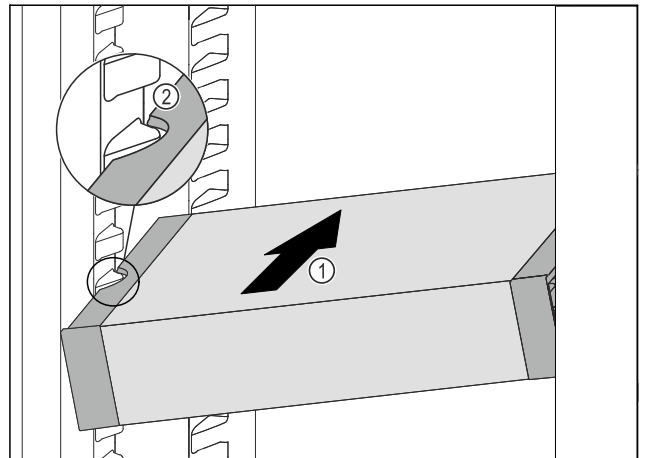

Fig. 104
- ▶ 将 VarioSafe 斜插入冷藏区中 Fig. 104 (1)，直至 VarioSafe 的侧部凹槽 Fig. 104 (2) 与冷藏区中的容器肋条持平。